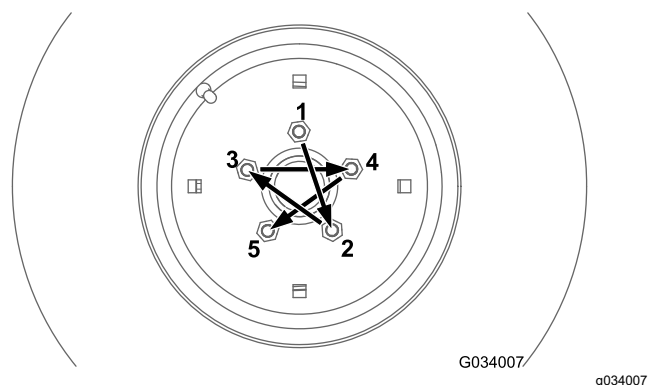

Figure 64
Serrez les écrous des roues avant et arrière (modèles à 4 roues motrices seulement) au couple spécifié et dans l'ordre indiqué, comme montré à la Figure 64 et la Figure 65.
- Roues avant, voir Figure 64.